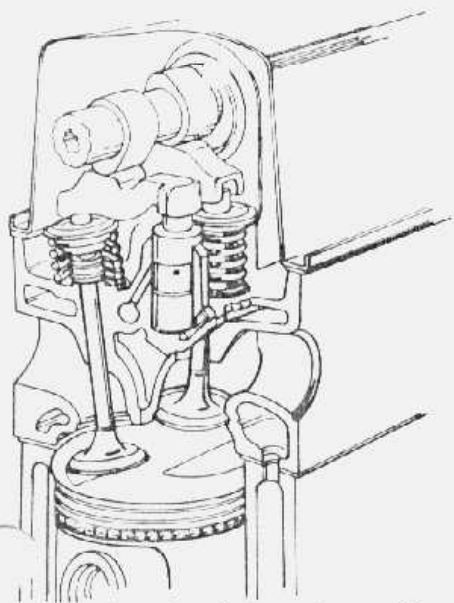

fig. 3 — mecanismo das válvulas — vista parcial em cortes
O cabeçote possui passagens de óleo a fim de fornecer óleo sob pressão, necessário ao funcionamento dos ajustadores de folga hidráulicos (fig. 3).
4. Instalar a coberta do mecanismo das válvulas (fig. 3) e o conjunto do filtro de ar.